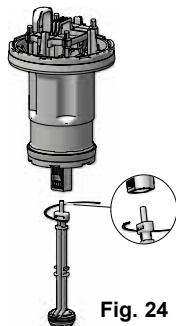

Fig. 24
- Tourner le piston doseur d'un quart de tour dans le sens inverse des aiguilles d'une montre pour le déverrouiller et le dégager du moteur à piston (Fig.24).